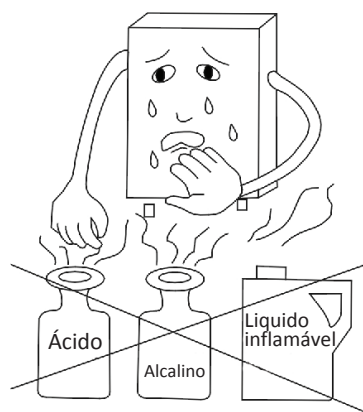

Fig 18
- Não guarde inflamáveis, explosivos ou materiais voláteis perto do esquentador (Fig. 18)